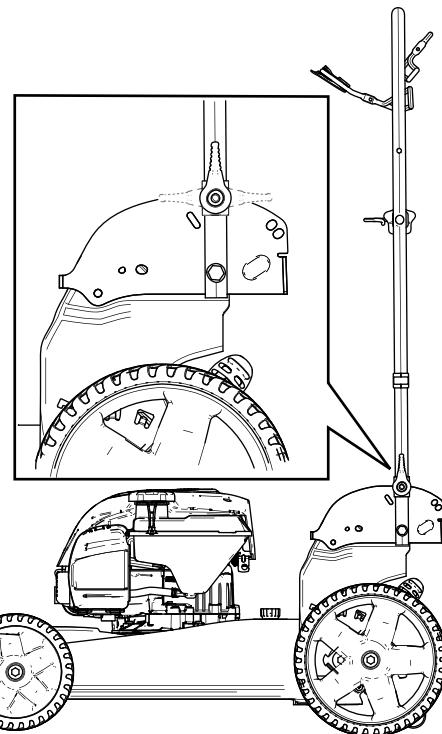

図 18
3. 図 18に示すように、ハンドルを前方に折りたたんで縦位置または完全に前に倒した状態にする。